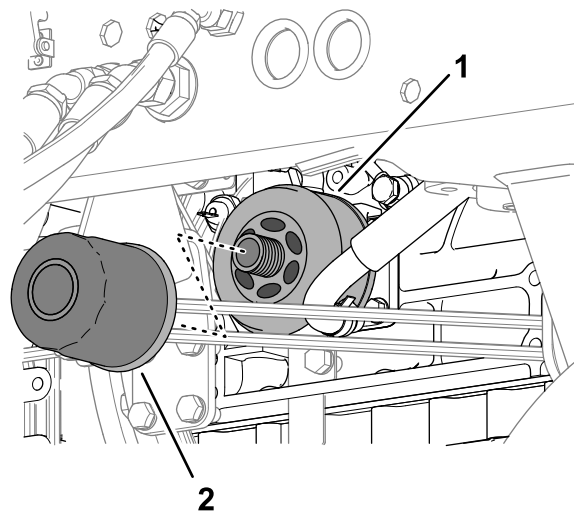

Рисунок 126
1. Поверните масляный фильтр против часовой стрелки, чтобы снять его (Рисунок 126).